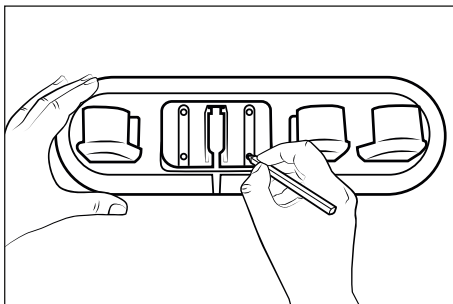

Fig. 5
- 3) Utilice el soporte para accesorios **17** para marcar los cuatro orificios en la pared con un lápiz (consulte la fig. 5).